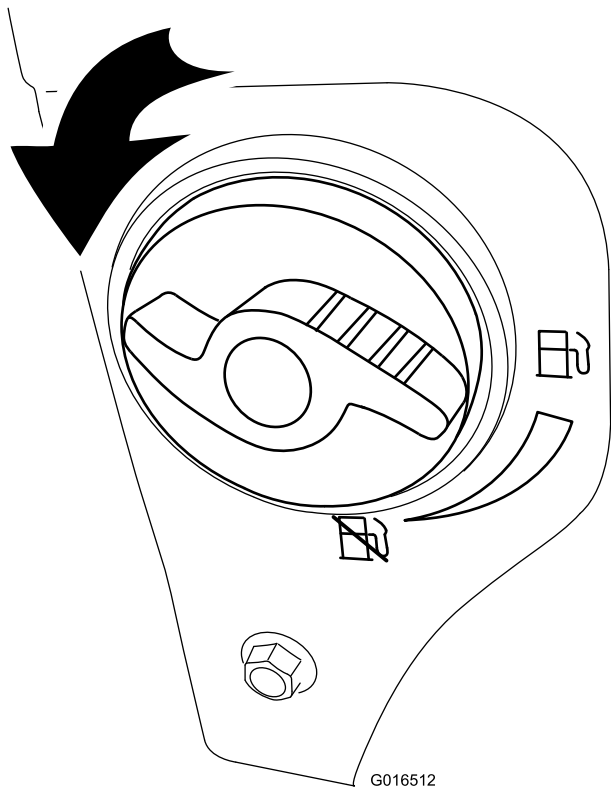

Рисунок 24
2. Откройте отсечной топливный клапан, повернув его на 1/4 оборота против часовой стрелки (Рисунок 24).